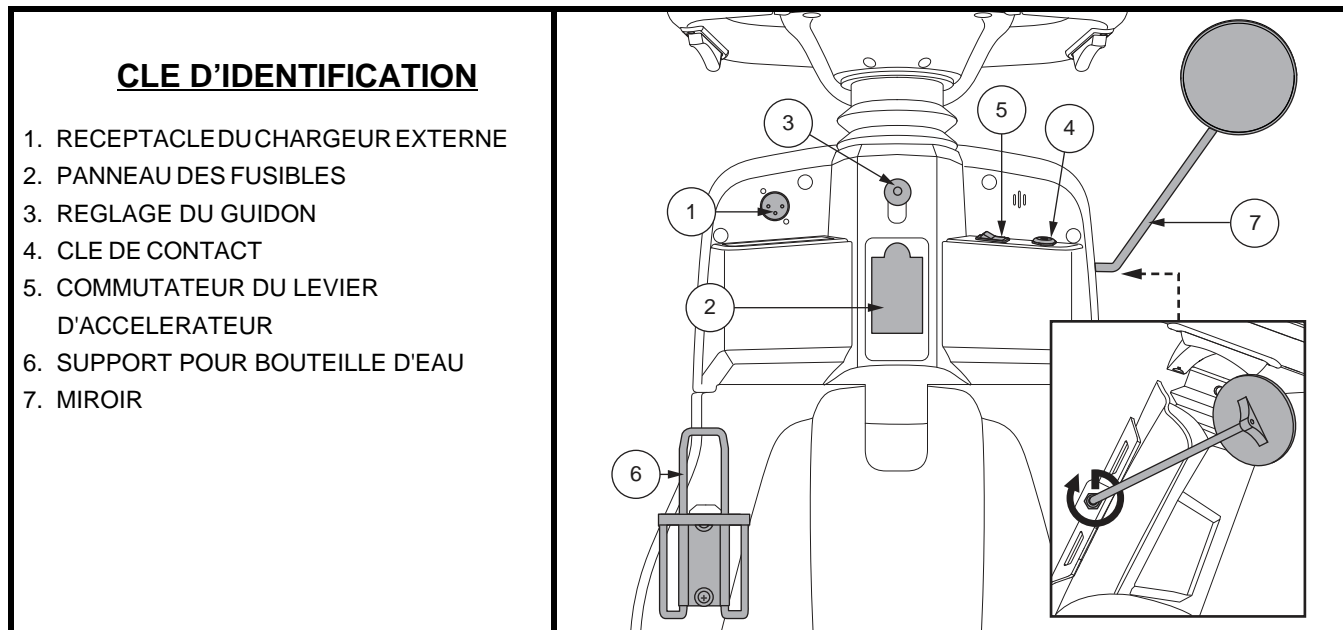

Figure 6. Composants du guidon inférieur
Pour charger les batteries, le cordon du chargeur doit être branché dans ce réceptacle. Le réceptacle est situé sur le guidon. **Voir la figure 6.**
- Insérez la clé dans le contact et tournez-la dans le sens horaire pour allumer votre scooter. **Voir la figure 6.**
Ce commutateur permet de sélectionner le levier d'accélérateur (gauche ou droit). **Voir la figure 6.**